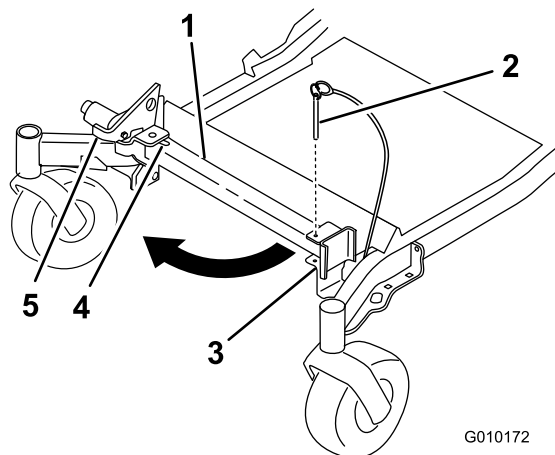

Figura 31
2. Togliete il perno dalla staffa (Figura 31).
5. Riportate il supporto in posizione di riposo (Figura 31).